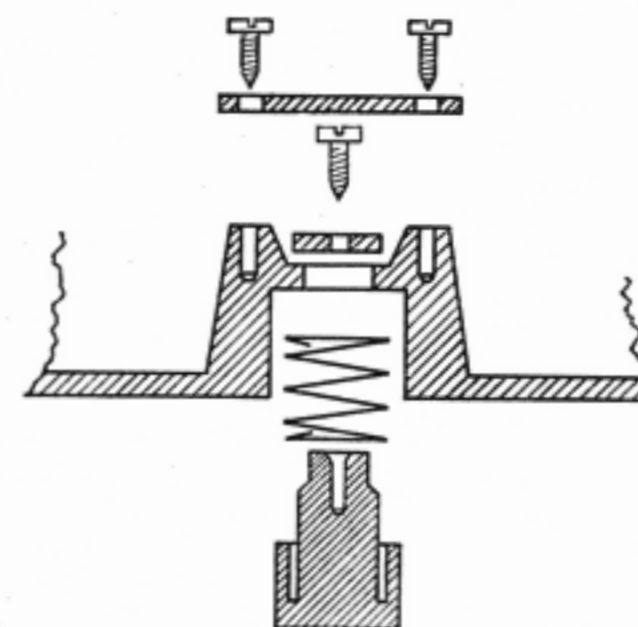

Abb. 6
Wir schieben zuerst die Druckfeder (20) über den Ansatz des Knopfes (16) und führen den Knopf von unten durch das sich im Unterteil befindliche Loch nach oben, legen die Scheibe (32) auf den Ansatz des Knopfes und verbinden Knopf, Druckfeder und Scheibe durch eine Zylinderblechschraube (Abb. 6). Bevor wir die Zylinderblechschraube im Knopf festziehen, legen wir ein abisoliertes Ende des vorbereiteten Schaltdrahtes zwischen Schraubenkopf und Scheibe herum. Das Herumlegen muß im Uhrzeigersinn erfolgen, damit sich der Draht beim Eindrehen der Schraube ordentlich festklemmt. Jetzt legen wir die Kontaktfeder (19) auf die Zapfen des Unterteils und befestigen sie mit zwei Zylinderblechschrauben (29), gleichzeitig legen wir unter einen von beiden Schraubenköpfen das abisolierte Ende des zweiten Schaltdrahtes und ziehen es mit fest (Abb. 6).